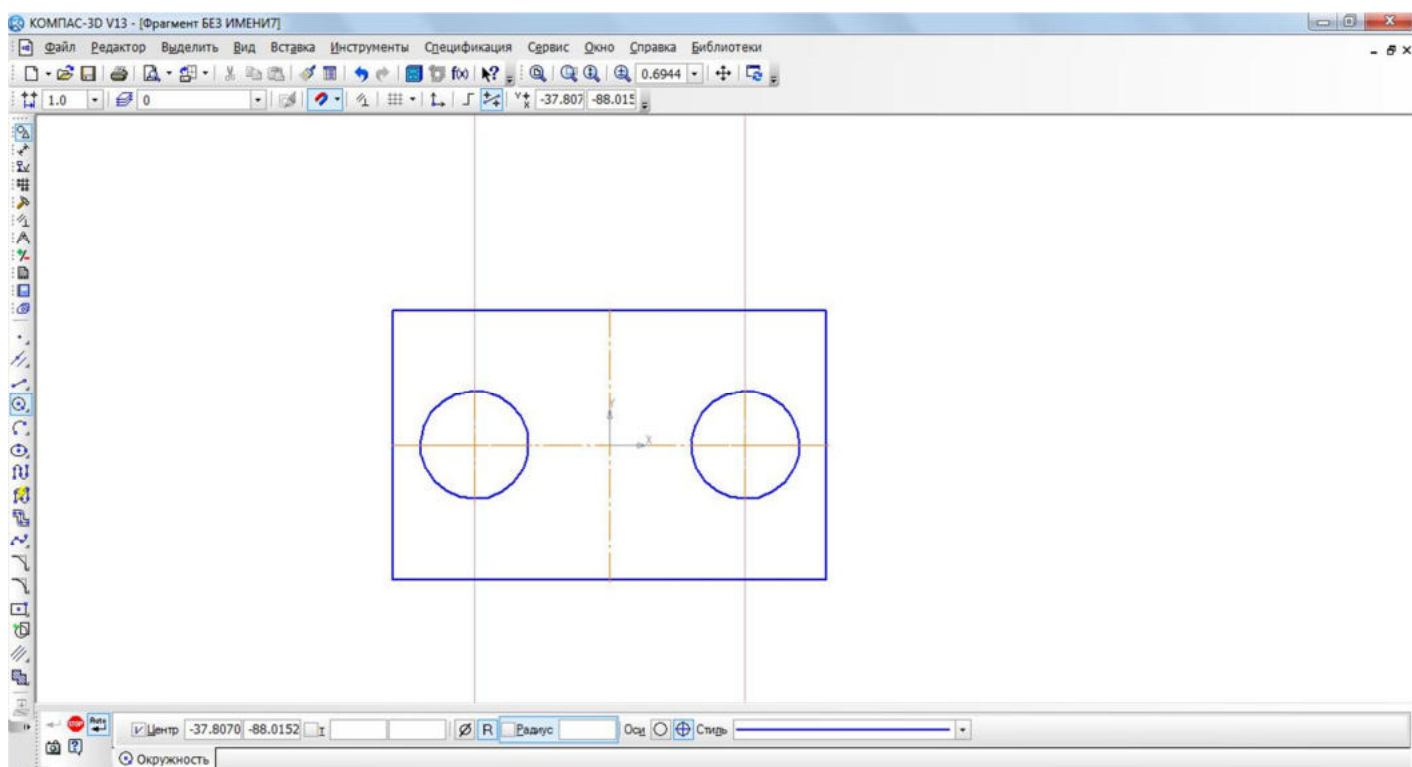

Рис. 8
- ☐ аналогичным образом постройте вторую окружность (рис. 8);